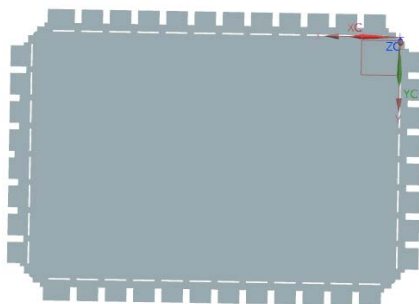

图 2-67 创建法向除料特征
(6) 在“法向除料”对话框中，单击 **<确定>** 按钮，创建法向除料特征，如图 2-67 所示。